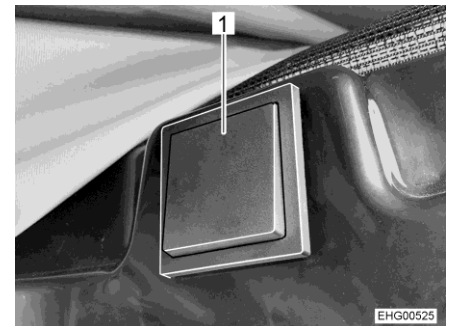

Fig. 53 Touche pour le déverrouillage électrique
La touche de déverrouillage électrique (Fig. 53) est placée du côté droit dans la zone au-dessus de la porte coulissante.
- Appuyer pendant au moins 2 secondes sur la touche (Fig. 53,1).